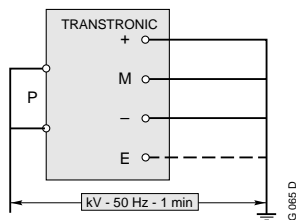

fig. 6
- **P/S** + screen to earth (**kV r.m.s. - 50 Hz - 1 min**) - fig. 6